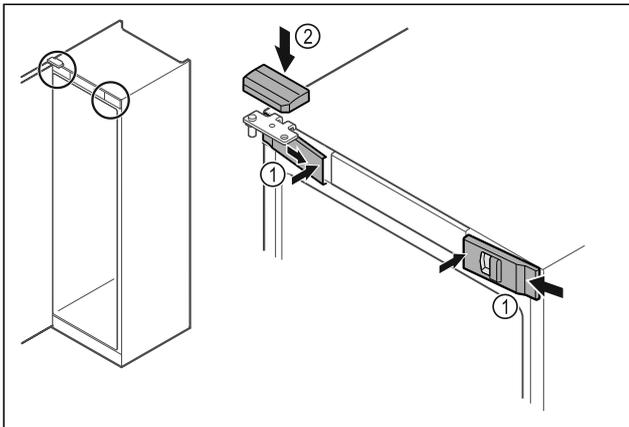

Fig. 55
- ▶ Vordere Abdeckungen Fig. 55 (1) seitlich einhaken und innen aufrasten.
- ▶ Obere Abdeckung Fig. 55 (2) von oben aufrasten.